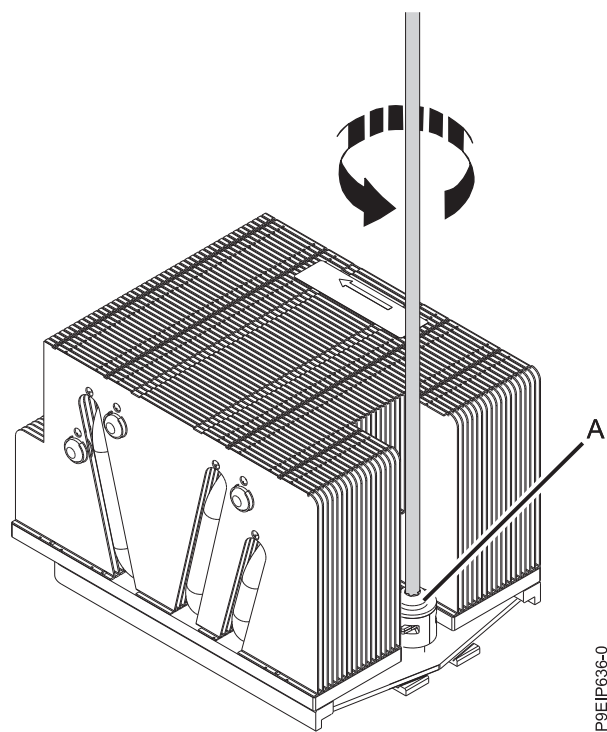

Figura 70. Soltando o Parafuso do Braço de Carregamento do Dissipador de Calor
5. Solte o parafuso do braço de carregamento (**A**) do dissipador de calor do processador do sistema que você está removendo usando uma chave de fenda Phillips nº3, conforme mostrado na Figura 70 na página 61.